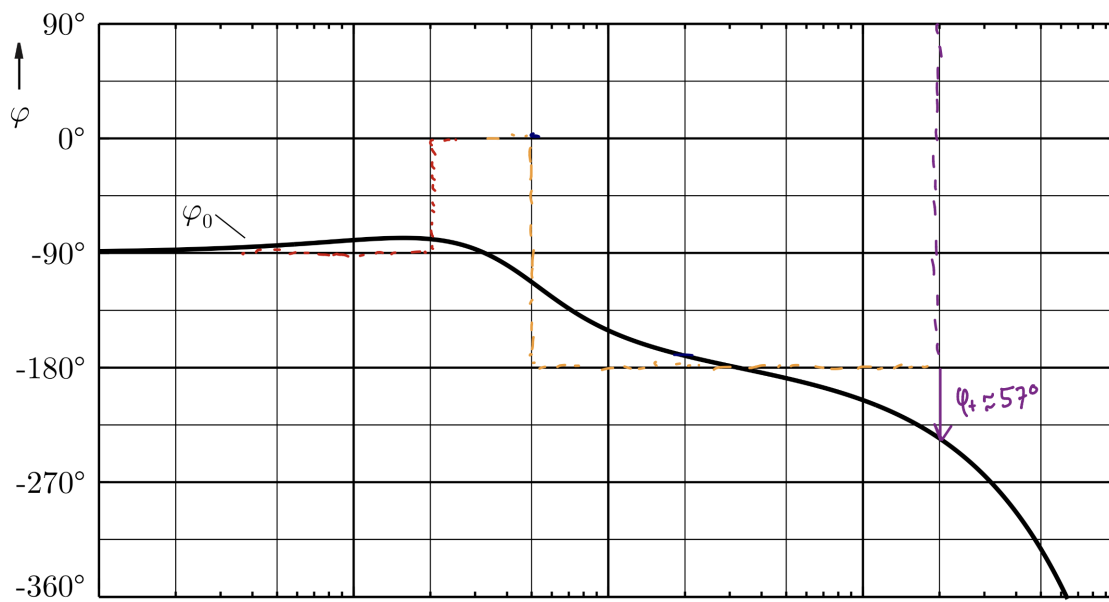

Abbildung 3: Eckfrequenz des Totzeitgliedes aus dem Phasengang ablesen.
**Totzeit  $T_t$  aus Phasengang ableiten** In Abbildung 3 kann aus dem Regelkreis mit einem Totzeitglied die Eckfrequenz des Totzeitgliedes so abgelesen werden, dass wenn  $\varphi$  gegen  $-180^\circ$  strebt, und die  $\varphi$  dann exponentiell abfällt wie üblich bei einem Totzeitglied, dann ist die Eckfrequenz dort wo das Totzeitelement ca.  $57^\circ$  abgefallen ist. Das Beispiel sieht man in Abbildung 3.